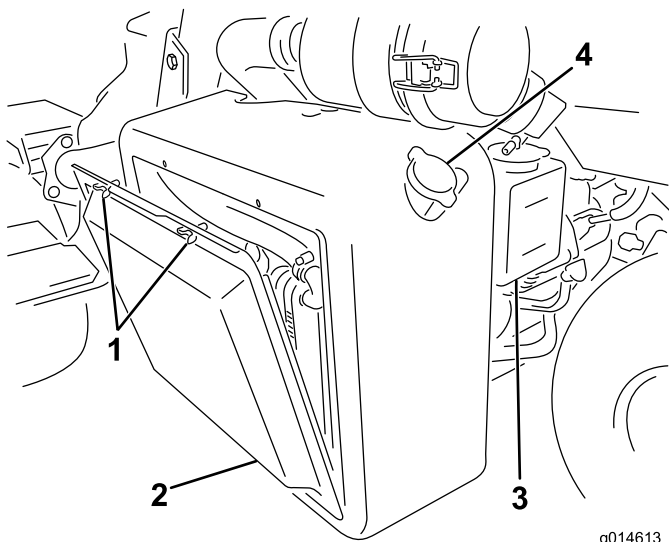
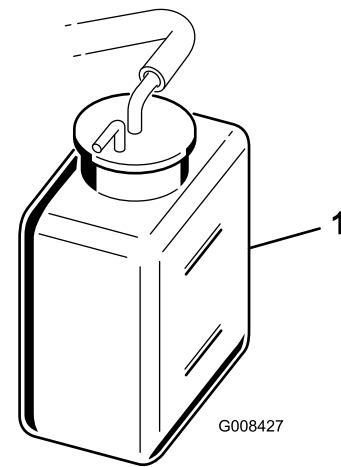

Bild 46
Bild 47
1. Entfernen Sie das Gitter (Bild 46).
2. Prüfen Sie den Kühlmittelstand (Bild 46 und Bild 47).